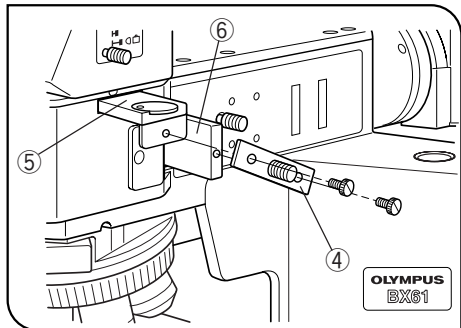

図 12
連結板の使い方(図12)
ポライザU-PO3またはU-POTP3に付属の連結板④でアナライザU-AN360-3⑤とポライザ⑥を図12のように固定つまみを取付けると、一緒に光路への挿脱ができます。